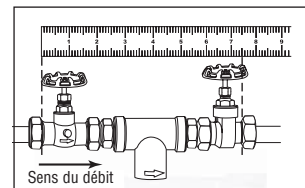

Figure 2
2. Installer les raccords à compression sur la tête de la cartouche à l'aide des adaptateurs, sans resserrer. En maintenant en place la tête de la cartouche munie des adaptateurs vis-à-vis du tuyau, indiquer la longueur de tuyau à retirer. Couper la canalisation à l'aide du coupe-tuyau. (figure 2).